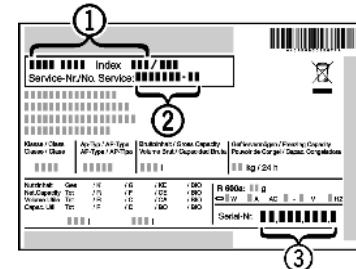

Fig. 10
- Обратитесь в сервисную службу и сообщите вид неисправности, наименование устройства *Fig. 10 (1)*, сервисный № *Fig. 10 (2)* и серийный № *Fig. 10 (3)*.